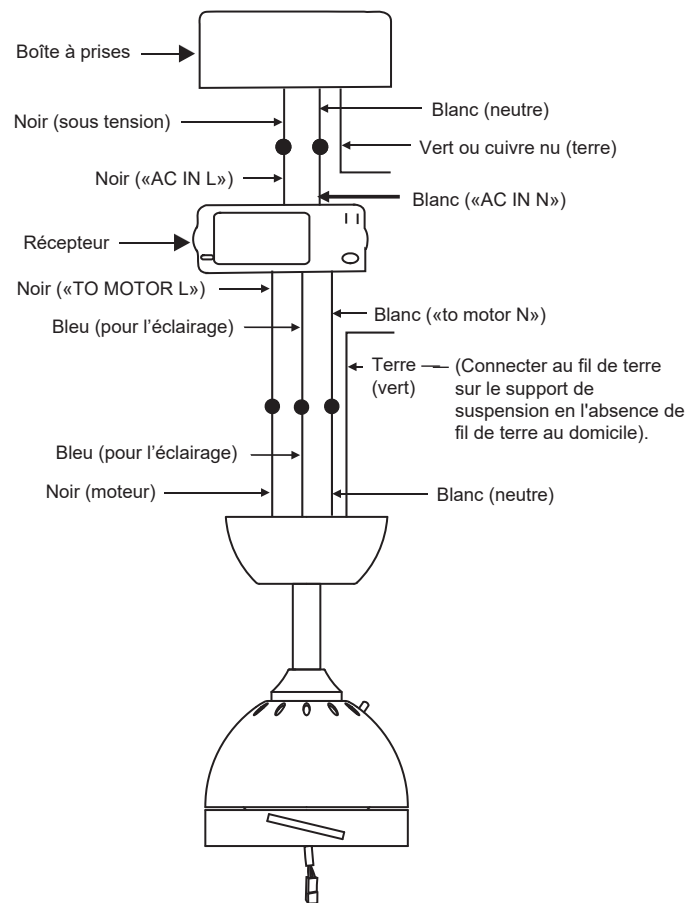

Fig. 14
Étape 2. Connexions électriques entre le moteur et le récepteur : (Fig. 14)
Étape 3. (Fig. 14) Connexions entre récepteur et fils d'alimentation du domicile :
Étape 4. (Fig. 14) Si la boîte à prises a un fil de masse (vert ou cuivre nu), le connecter aux fils de mise à la terre du ventilateur : en l'absence de ce fil, connecter le fil de mise à la terre du ventilateur au support de montage. Sécurisez la connexion du fil avec l'écrou en plastique (fourni). Après avoir connecté les fils, séparez-les de sorte que les fils verts et blancs se trouvent sur un côté de la boîte à prises et les fils noirs et bleus de l'autre côté. Introduisez prudemment les raccordements des fils dans la boîte à prises.